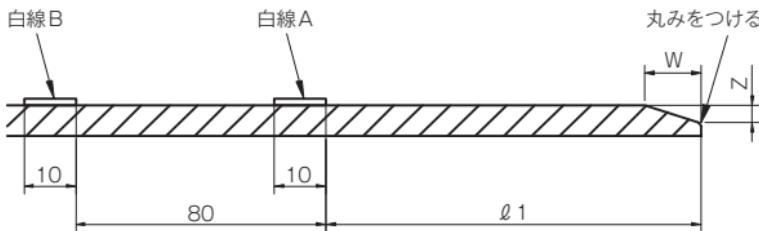

図15 面取りおよび白線表示
- (1) ALW形または他の継手形式の管を切断して形成した挿し口をALW形受口に挿入する場合は、原則、グラインダなどを用いて図15のように面取り加工を施す。また、接合時にゴム輪を傷つけないよう、挿し口端面の角部にはやすりがけを行い、丸みをつける。
- (2) 挿し口の加工部分は、VI 外面塗装の補修方法に従い、ダクタイル鉄管切管鉄部用塗料を塗布する。
- (3) その後、所定の位置に白線を表示する。